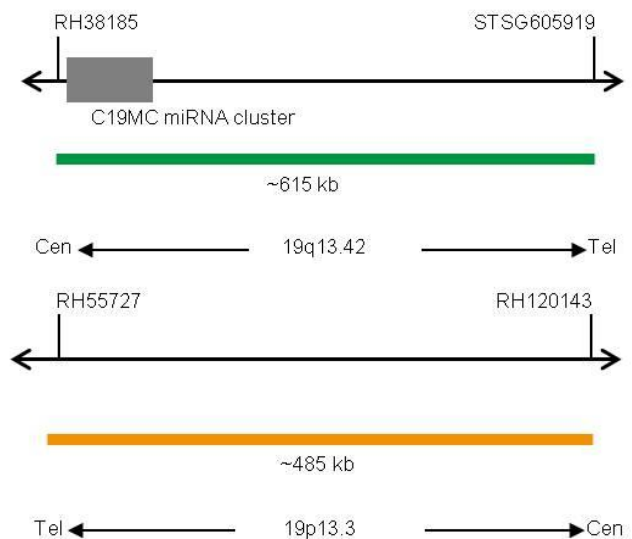

Fig. 1: Arriba: SPEC C19MC Mapa de la sonda; abajo: SPEC 19q13 Mapa de la sonda (no está a escala)
- Polinucleótidos marcados en verde (excitación a 503 nm/emisión a 528 nm) ZyGreen (~10 ng/μl), dirigidos a secuencias localizadas en 19q13.42* (chr19:54,156,239-54,768,983) que albergan el locus C19MC (ver Fig. 1).
- Polinucleótidos marcados en naranja (excitación a 547 nm/emisión a 572 nm) ZyOrange (~4,5 ng/μl), dirigidos a secuencias localizadas en 19p13.3* (chr19:658,555-1,144,465) (ver Fig. 1).